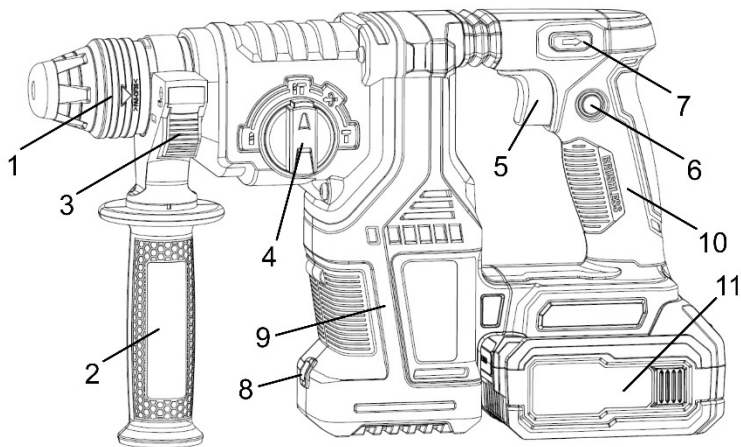

Рисунок 1
- встановити перемикач (4, рисунок 1) у положення «» (у цьому положенні перемикач не фіксується);
- встановити перемикач (4, рисунок 1) у положення «» (ударний режим). У цьому положенні відбувається фіксація орієнтації довбального інструмента.
3.9.1 Щоб під'єднати акумуляторну батарею (11, рисунок 1) до виробу, її слід вставити до упору по напрямним відповідного роз'єму в нижній частині основної рукоятки (10, рисунок 1) до характерного «кляцання», яке свідчить про надійну фіксацію.
4.2 Виберіть необхідний режим роботи виробу за допомогою перемикача (4, рисунок 1) згідно з таблицею 1. При необхідності використання виробу в режимі свердління встановіть швидкозатискний свердлильний патрон через адаптер (продаються окремо!) в патрон SDS-Plus.
4.3 Для увімкнення виробу натисніть на пускову кнопку (5, рисунок 1) із зусиллям, необхідним для досягнення відповідної швидкості обертання патрона. Для вимкнення виробу достатньо відпустити пускову кнопку.